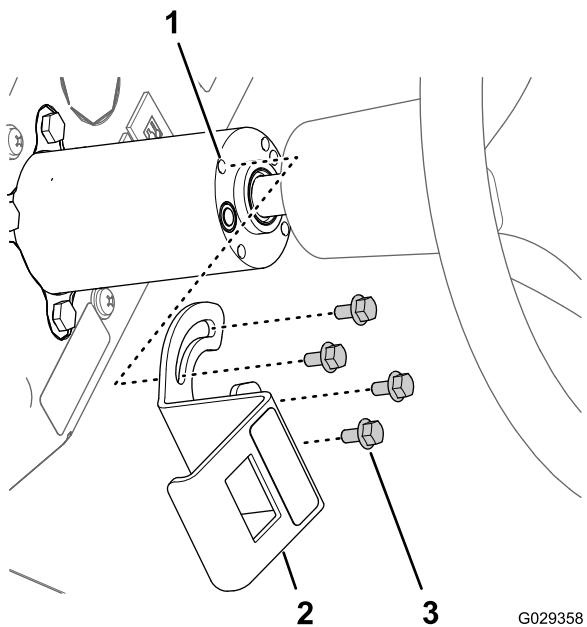

Figura 25
1. Alinhe os furos no suporte de montagem do interruptor do CONTROLO DE ESPUMA com as quatro inserções roscadas na coluna da direção (Figura 25).
3. Alinhe o conector de 8 tomadas através da abertura no suporte e ligue o conector aos pinos (Figura 25) na parte de trás do interruptor de pá de três posições (interruptor do CONTROLO DE ESPUMA).